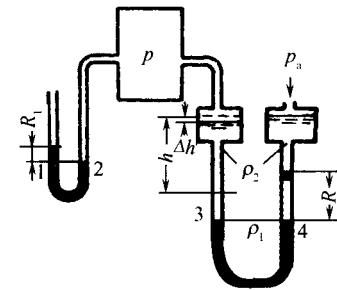

图 1-5
27. 如图 1-5 所示,在盛有密度为 ρ_0 某气体的容器壁两侧分别接一个 U 形管压强计和双杯式微压计,U 形管压强计内指示液密度为 ρ_1 ,微压计使用 ρ_1 和 ρ_2 ($\rho_1 > \rho_2$) 两种指示液。微压计液杯直径为 D ,U 形管直径为 d ,则考虑杯内液面变化时, R 、 R_1 的表示式为_____;不考虑杯内液面变化时, R 、 R_1 的表示式为_____。